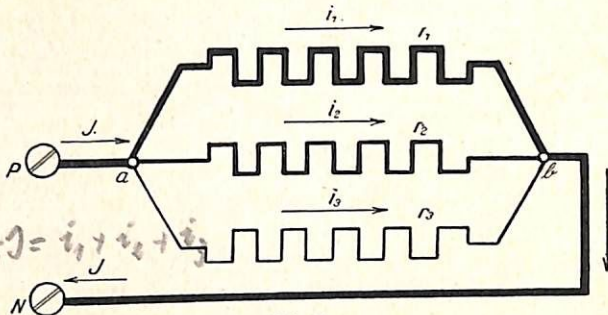

Abb. 11.
Werden zwischen zwei Leitungen mehrere Widerstände nebeneinander (parallel) angeschlossen, dann bildet jeder Widerstand einen Stromzweig (Abb. 11).
47. Wie groß ist der Gesamtstrom J (Abb. 11), wenn die Zweigströme $i_1 = 10$ Ampere; $i_2 = 7,5$ Ampere; $i_3 = 5$ Ampere sind?